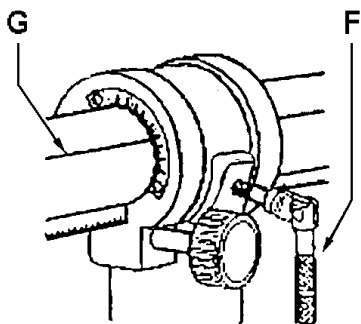

Рис. 4
Ослабьте рукоятку зажима (F, Рис. 4) и поверните в соответствии со шкалой и базовой линией (G).